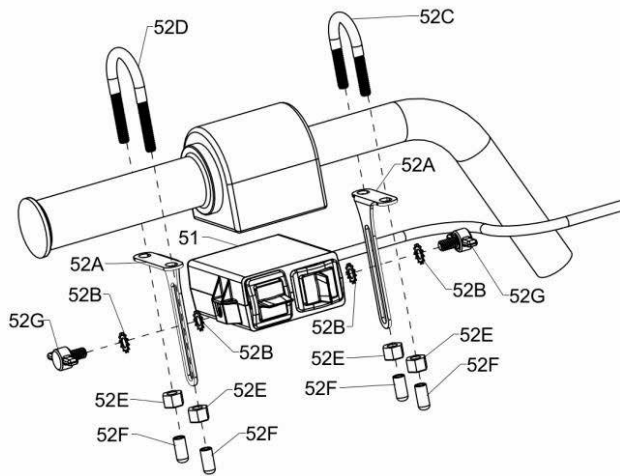

Abbildung 6. Montageskizze der Schaltkastensteuerung G10753
2. Bringen Sie die Befestigungsbügel der Schaltkastensteuerung (52A) mit vier selbstsichernden 1/4"-20-Muttern (52E) lose an die Bügelsschrauben (52C und 52D) unter dem Lenkergriff an, wie in Abbildung 6 dargestellt.
3. Richten Sie die Schaltkastensteuerung (51) an den Steuerungsbefestigungsbügeln (52A) unter der Steuerungsgruppe aus. Montieren Sie sie mit vier 1/4"-Zahnscheiben (52B) und zwei 1/4"-20 x 1/2"-Rändelschrauben (52G).
4. Passen Sie die Schaltkastensteuerung (51) an die gewünschte Position an. Ziehen Sie alle Befestigungselemente an.